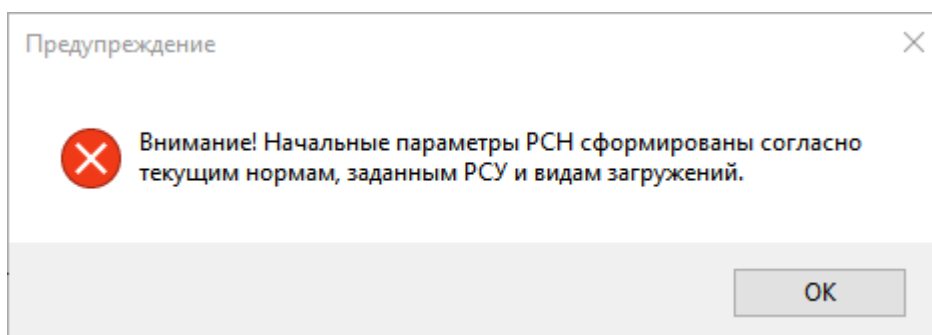

Рис.19.21. Диалоговое окно **Предупреждение**
- В появившемся диалоговом окне **Предупреждение** (рис.19.21) щелкните по кнопке **Ок**.